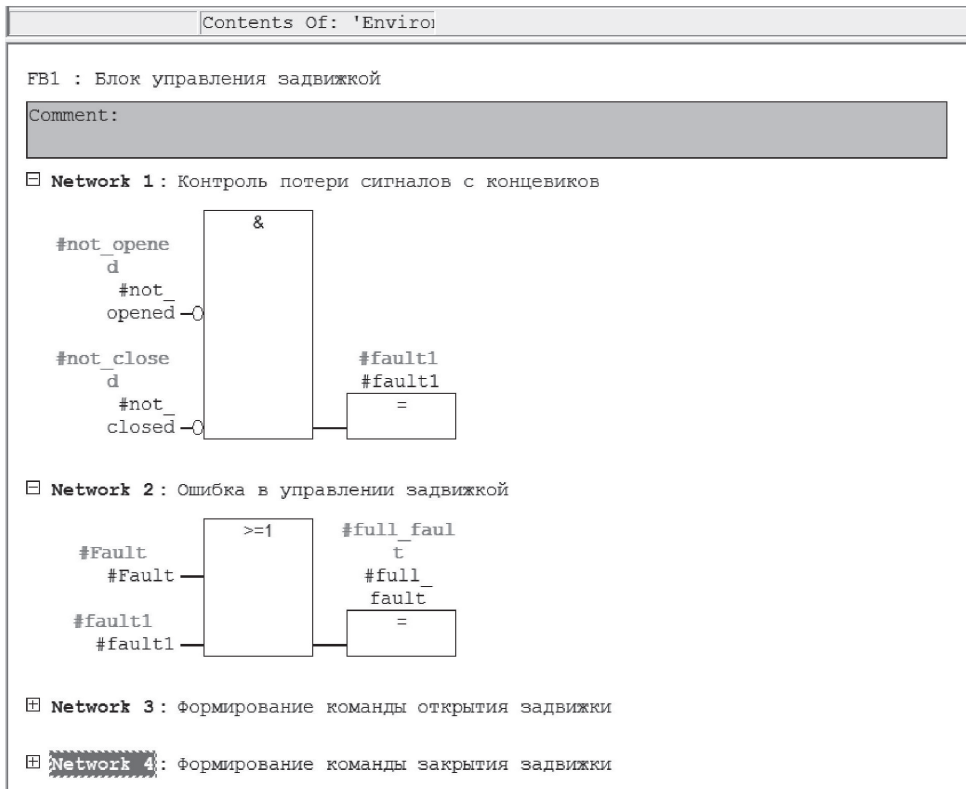

Рис. 2.18. Формирование сигнала о неисправности задвижки
7. Обратите внимание на то, что каждую отдельную цепочку необходимо поместить в новую сеть, для этого надо щелкнуть левой клавишей мыши по элементу *Network* в библиотеке (см. рис. 2.18).